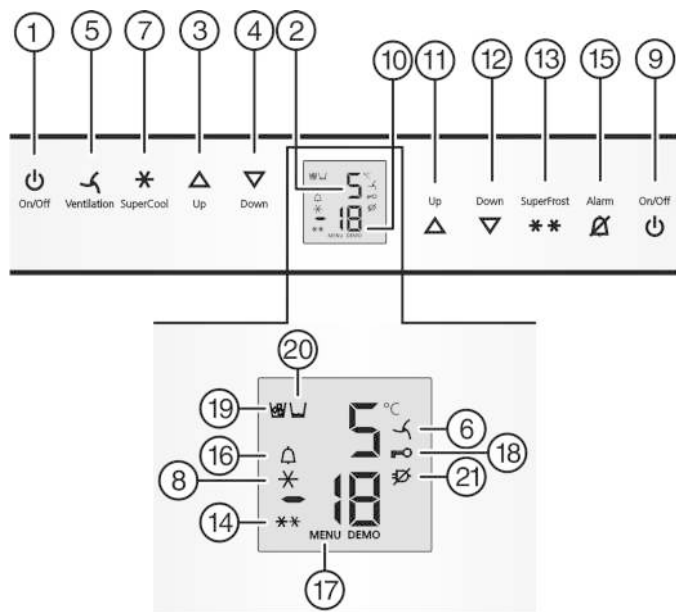

Fig. 2
- ▶ Нажмите кнопку On/Off морозильного отделения Fig. 2 (9).
- ▶ Нажмите кнопку On/Off холодильного отделения Fig. 2 (1).
- ▶ Активация режима настройки: удерживайте кнопку SuperFrost Fig. 2 (13) прибл. 5 секунд.
- ▷ Символ меню Fig. 2 (17) горит.
- ▶ Коротко нажмите кнопку SuperFrost Fig. 2 (13) для подтверждения. На индикации появляется cI:
- ▶ Для включения защиты от детей коротко нажмите клавишу SuperFrost Fig. 2 (13).
- ▷ Символ "Защита от детей" Fig. 2 (18) горит. На индикации мигает c.
- ▶ Для выключения защиты от детей коротко нажмите клавишу SuperFrost Fig. 2 (13).
- ▷ Символ защиты от детей Fig. 2 (18) гаснет. На индикации мигает **c**.
- ▶ Выход из режима настройки: нажмите кнопку On/Off морозильного отделения Fig. 2 (9).
- ▶ Нажмите кнопку Alarm Fig. 2 (15).
Одновременно мигает индикация температуры и символ тревоги Fig. 2 (16).
Звуковой сигнал выключается автоматически, символ аварийного сигнала Fig. 2 (16) выключается и индикатор температуры перестает мигать, если температура снова становится достаточно низкой.